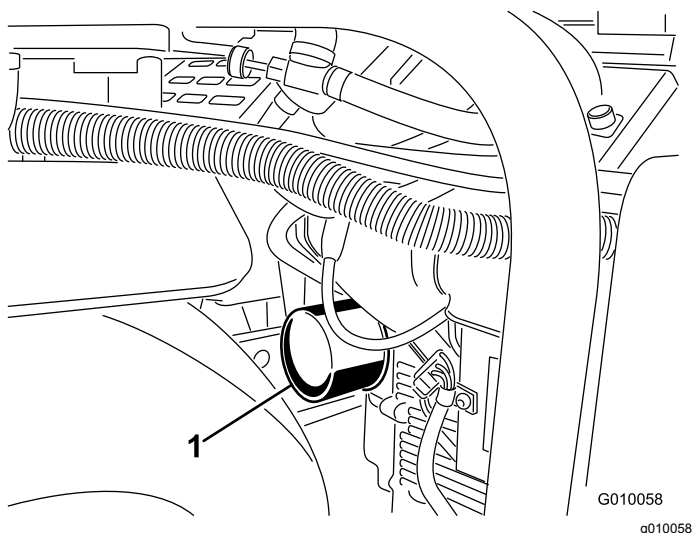
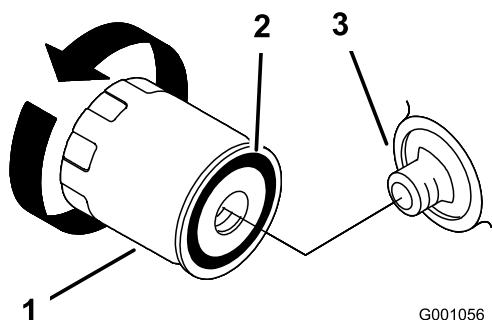

图46
图47
5. 在滤清器下面放一个浅盘或抹布接住机油图46。
6. 拆下旧滤芯图46和图47并擦拭滤芯安装座垫片的表面。